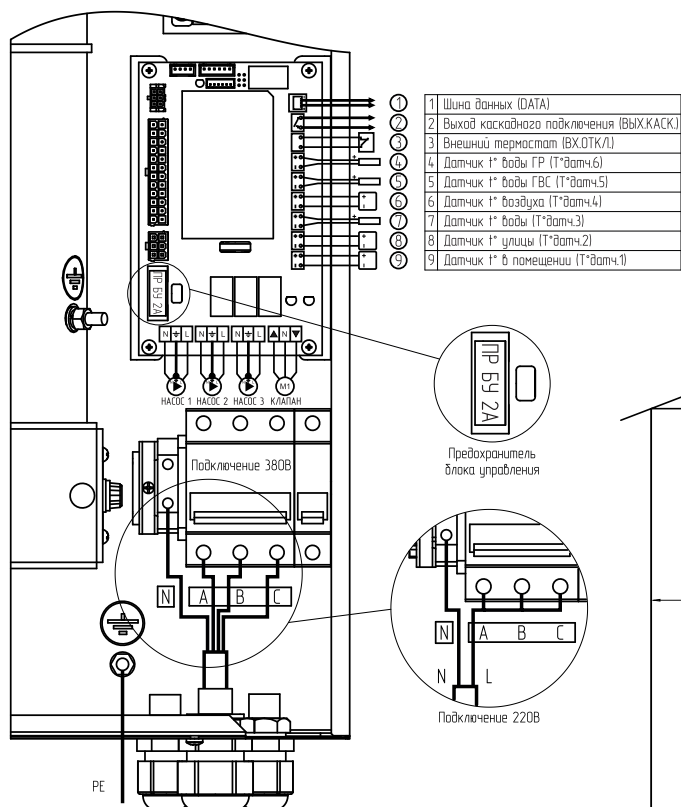

Рис.3 Схема подключения электроводонагревателя
Схема присоединения электроводонагревателя к питающей сети, датчикам температуры, циркуляционному насосу и клапану приведена на Рис.3.
• Подключить электроводонагреватель к трехфазной сети переменного тока 380 В, 50 Гц, для этого присоединить рабочий нулевой провод на клемму нейтраль (N) электроводонагревателя, фазные провода на клеммы А, В, С вводного автомата. Защитный нулевой провод (РЕ) подключить на болт «ЗАЗЕМЛЕНИЕ» (см. Рис.3);
• При питании электроводонагревателя от однофазной сети переменного тока 220 В, 50 Гц присоединить рабочий нулевой провод на клемму нейтраль (N) электроводонагревателя, а фазный на клеммы А, В, С вводного автомата, защитный нулевой провод (РЕ) должен подключаться к клемме «ЗАЗЕМЛЕНИЕ» (см. Рис.3). Для соединения клемм А, В, С вводного автомата в комплекте имеется специальная перемычка (только для GTM-4,5...GTM-9), которая устанавливается на вводных клеммах автомата (см. Рис.3);
• Присоединить датчики температуры воздуха помещения (tдатч1) и на улице (tдатч2) к колодкам на блоке управления, проводом с сечением не менее 0,5 кв.мм и длиной до 20 м как показано на Рис.3. Необходимо строго соблюдать полярность, обозначенную на схеме при подключении датчиков температуры. Маркировка проводов датчиков температуры воздуха: красный (+), синий (-).
- Присоединить провода (L,N,заземление) от насосов к соответствующим контактам на клеммной колодке котла как показано на Рис.3. Мощность, потребляемая каждым насосом не должна превышать 200 Вт.
- При необходимости присоединить провода (откр_общ_закр) от двигателя трехходового смешивающего клапана к соответствующим контактам на клеммной колодке котла как показано на Рис.3. Мощность двигателя привода не должна превышать 20 Вт при напряжении ~220 В.